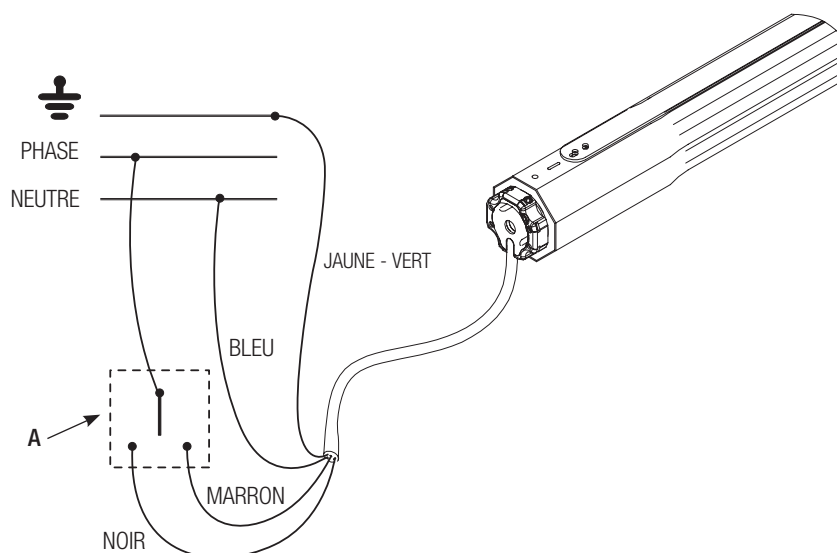

Fig. 17
1. Connecter les fils de l'électro-rouleau à le double-bouton avec verrouillage mécanique d'après le schéma de la figure 17
2. Connecter le double-bouton avec verrouillage mécanique à la ligne d'après la figure 17.
5. Si le sens de rotation est erroné, mettre hors tension et inverser le double-bouton avec verrouillage mécanique (Fig. 17 réf. A), connecter le fil noir au fil marron et vérifier le fonctionnement.